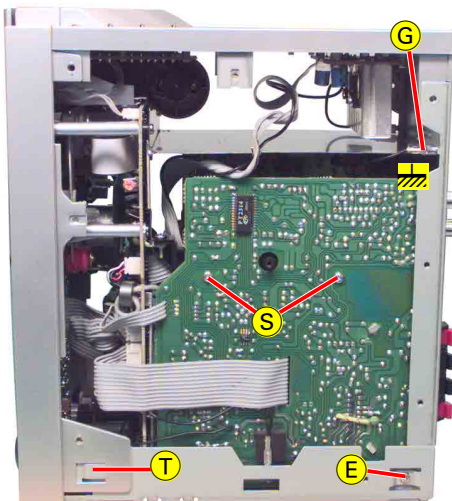
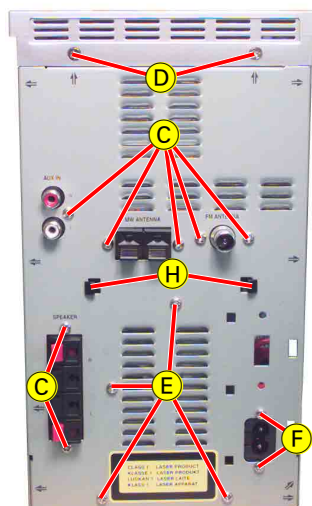

Fig. 4
Fig. 5
- 7 Schrauben (C) (Fig. 5) herausdrehen.
- 2 Schrauben (D) (Fig. 5) herausdrehen.
- 6 Schrauben (E) (Fig. 4, 5, 6) herausdrehen.
- 2 Schrauben (F) (Fig. 5) herausdrehen.
- Gehäuseoberteil mit Spannungsregler-Platte hinten anheben, 2 Rastnasen (H) (Fig. 5) ausrasten, 2 Masseverbindungen (G) (Fig. 4, 6) abziehen und Gehäuserückwand abnehmen.
- Undo 7 screws (C) (Fig. 5).
- Undo 2 screws (D) (Fig. 5).
- Undo 6 screws (E) (Fig. 4, 5, 6).
- Undo 2 screws (F) (Fig. 5).
- Lift the Cabinet top together with the Regulation PCB at the rear, disengage hooks (H) (Fig. 5), unplug 2 ground connections (G) (Fig. 4, 6) and remove the cabinet rear.
- 2 Schrauben ③ (Fig. 4) lösen.
- 2 Rastungen ④ (Fig. 4, 6) lösen.
- Undo 2 screws ③ (Fig. 4).